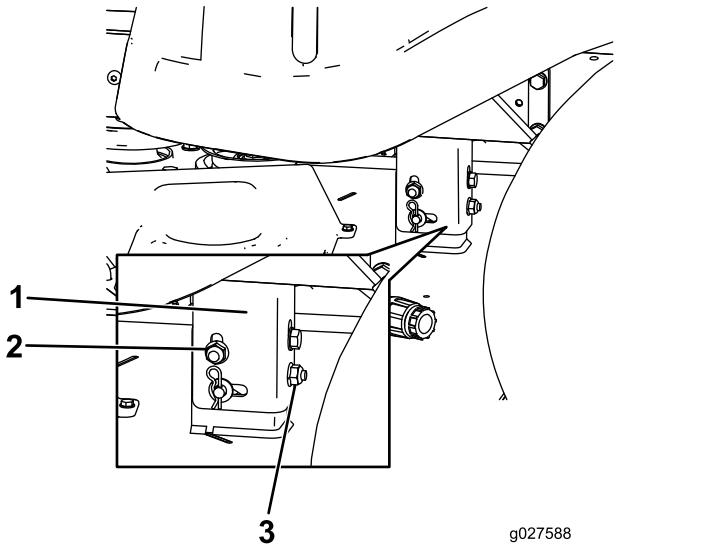

Figura 70
8. Eleve o baje el lado izquierdo de la carccha de corte girando la tuerca trasera (Figura 70).
Nota: Gire la tuerca trasera en sentido horario para elevar la carccha de corte; gire la tuerca trasera en sentido antihorario para bajar la carccha de corte (Figura 70).